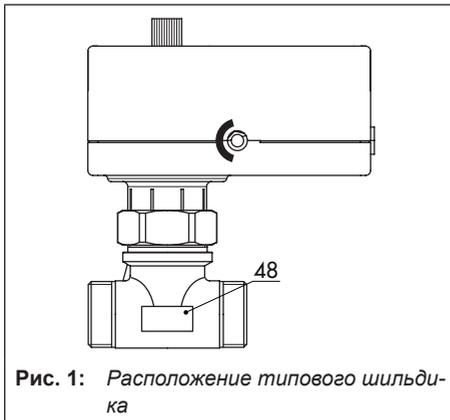

Рис. 1: Расположение типового шильдика
Шильдик (48) прикреплен к корпусу клапана (см. Рис. 1).